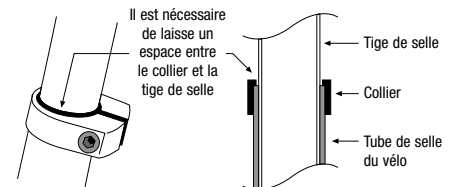

FIGURE 3
- Avant de serrer le collier du tube de selle, assurez-vous que la lèvre supérieure du collier n'est pas en contact avec la tige de selle (voir figure 3).